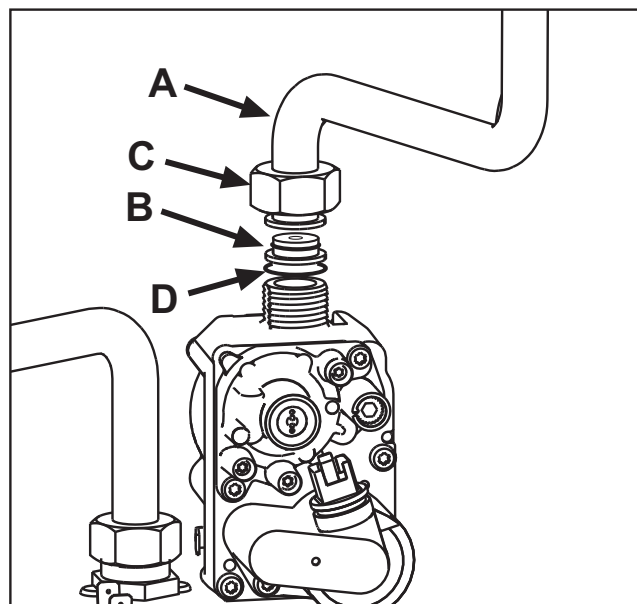

fig. 22
- Desenrosque la tuerca **C** y desconecte el tubo **A** de la válvula del gas (fig. 22).
- Reemplace el inyector **B** del tubo del gas por el que se incluye en el kit de transformación, interponiendo la junta **D** (fig. 22).